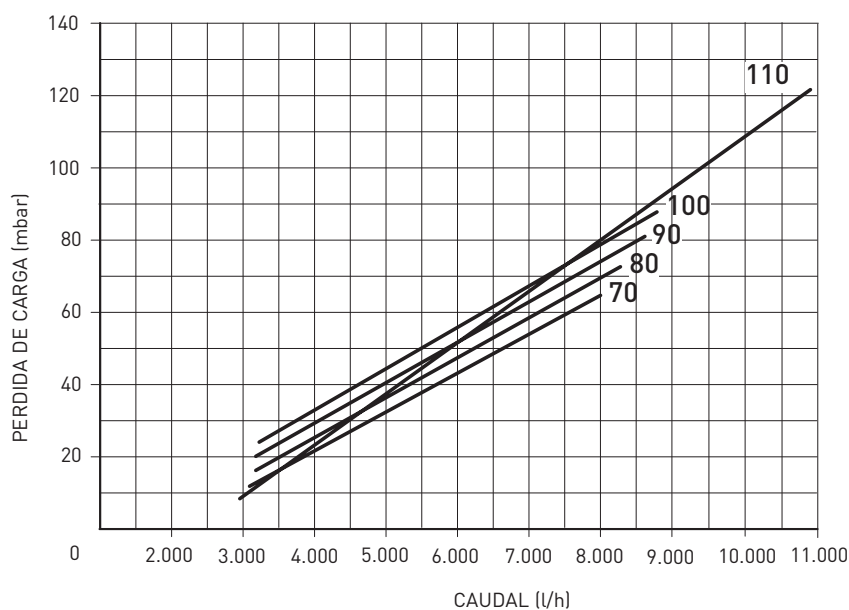

Fig. 9
3.4 ALTURA DE ELEVACION DISPONIBLE EN LA INSTALACION (fig. 9)
La prevalencia residual está representada del gráfico de la fig. 9.